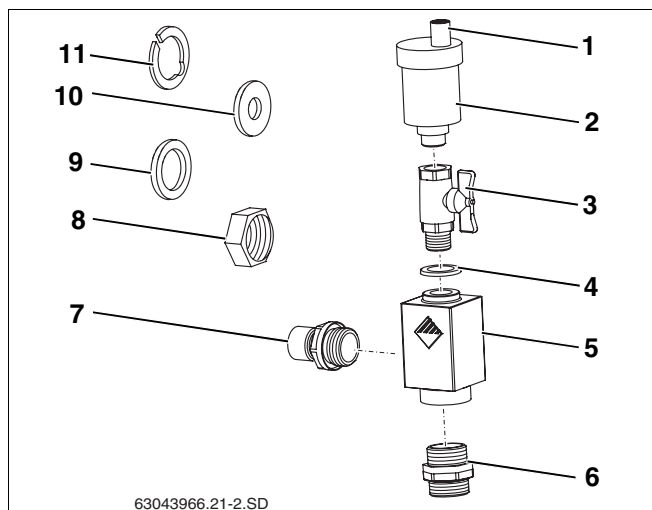

Fig. 59 Kit universale per disaeratori
Aperto la vite di chiusura viene disaerato l'impianto solare. Affinché non possa penetrare umidità nell'impianto solare attraverso la vite di chiusura aperta, durante il funzionamento il cappuccio di protezione (fig. 59, **pos. 1**) deve essere sempre posto sopra la vite di chiusura.
Volume di fornitura del kit universale per disaeratori (fig. 59):